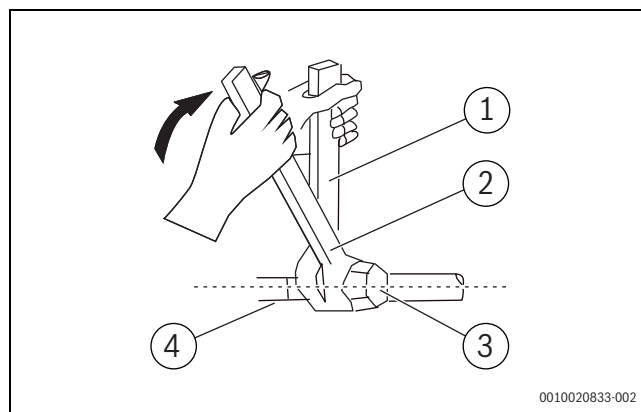

Bild 2
- ▶ Observera minsta höjd (→ bild 2 till 4).
- ▶ Bestäm installationsplats och observera minsta avstånd (→ bild 2).